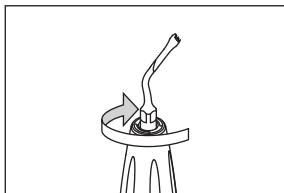

Fig. 1
- 1) Avvitare a mano la punta sul manipolo fino a quando è leggermente stretta (Fig. 1).